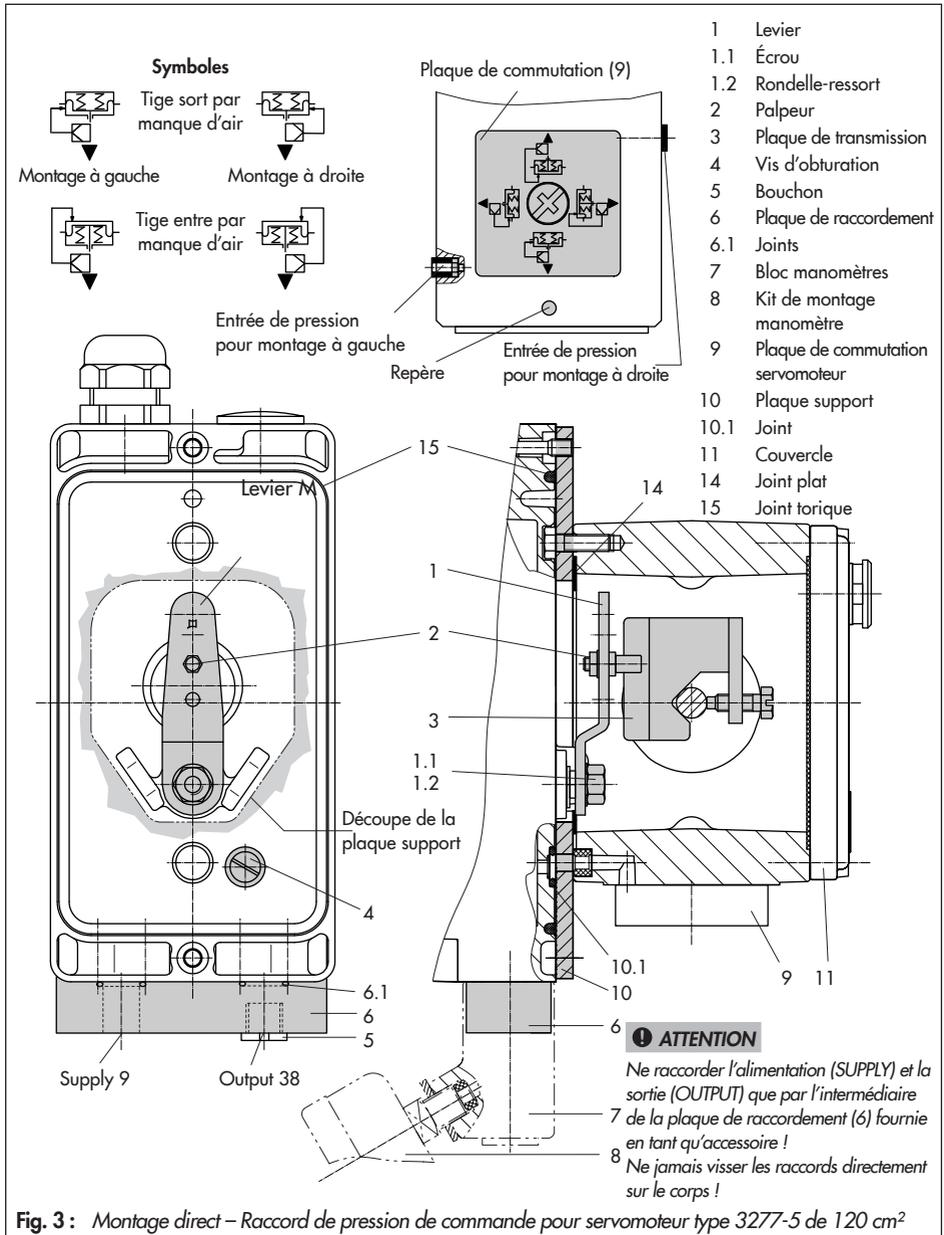

Fig. 3 : Montage direct – Raccord de pression de commande pour servomoteur type 3277-5 de 120 cm²
Servomoteur de 120 cm² (cf. Fig. 3)
1. Monter la plaque de raccordement (6) ou le bloc manomètres (7) sur le positionneur. S'assurer que les deux joints (6.1) sont positionnés correctement.
2. Retirer la vis d'obturation (4) à l'arrière du positionneur et obturer la sortie « Output 38 » de la plaque de raccordement (6) ou du bloc manomètres (7) avec le bouchon (5) disponible en tant qu'accessoire.
3. Placer la plaque de transmission (3) sur la tige de servomoteur en vérifiant que la vis de fixation est positionnée correctement dans la rainure de la tige de servomoteur.
4. Fixer la plaque support (10) sur le servomoteur de sorte que la partie étroite de la découpe (Fig. 3, à gauche) soit orientée